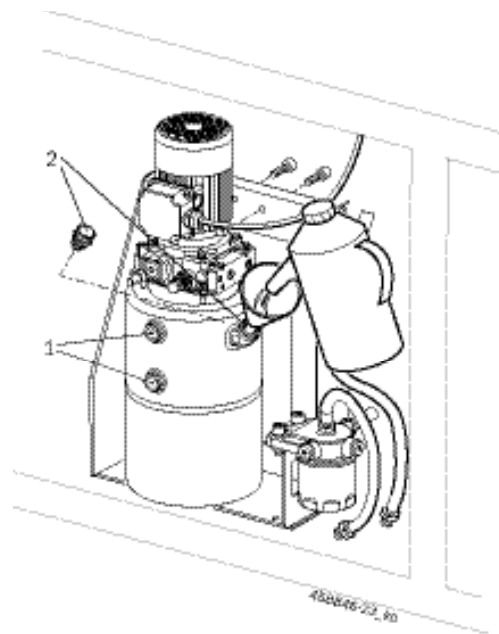

Fig. 25: Долив масла
14. Снимите крышку с горлышка фильтра (Рис. 25, Поз. 2).
15. С помощью воронки налейте приблизительно 7 литров нового масла (например, масло для двигателя, SAE 20) в горлышко фильтра до верхнего уровня (Рис. 25, Поз.1).